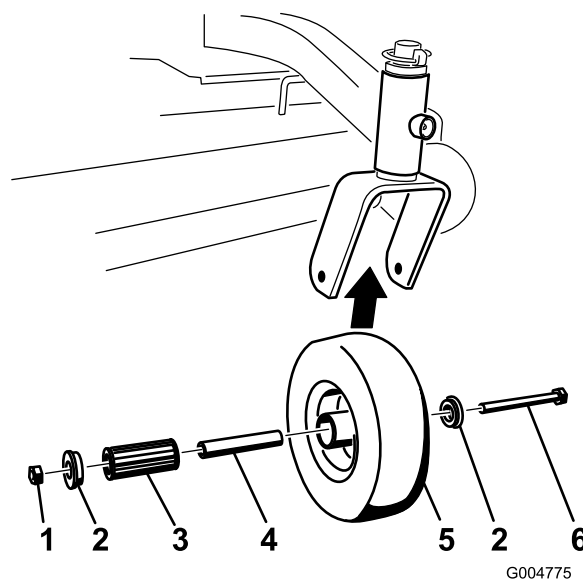

Figure 59
- Enlevez le contre-écrou et le boulon de fixation de la roue pivotante à la chape (Figure 59).
- Enlevez une bague, puis sortez la douille pour clé et le roulement à rouleaux du moyeu de roue (Figure 59).
3. Enlevez l'autre bague du moyeu, puis nettoyez la graisse et les saletés éventuellement présents dans le moyeu (Figure 59).
4. Examinez l'usure du roulement à rouleaux, des bagues, de la douille pour clé et de l'intérieur du moyeu. Remplacez les pièces endommagées ou usées (Figure 59).
5. Pour le remontage, placez une bague dans le moyeu de la roue. Lubrifiez le roulement à rouleaux et la douille pour clé, et insérez-les dans le moyeu. Mettez la deuxième bague dans le moyeu (Figure 59).
6. Montez la roue pivotante dans la chape à l'aide du boulon et du contre-écrou. Serrez le contre-écrou jusqu'à ce que la base de la douille pour clé soit en appui contre l'intérieur de la chape (Figure 59).